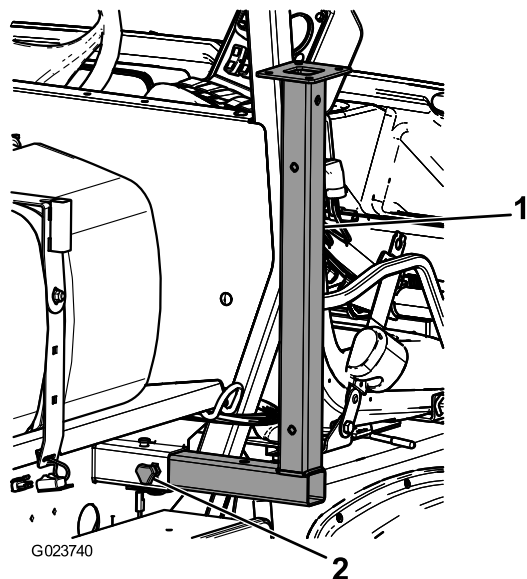

図 49
1. 車両前部のロープ掛けポイントの近くのフレーム部に、前ジャッキスタンドを逆さにして差し込む 図 49